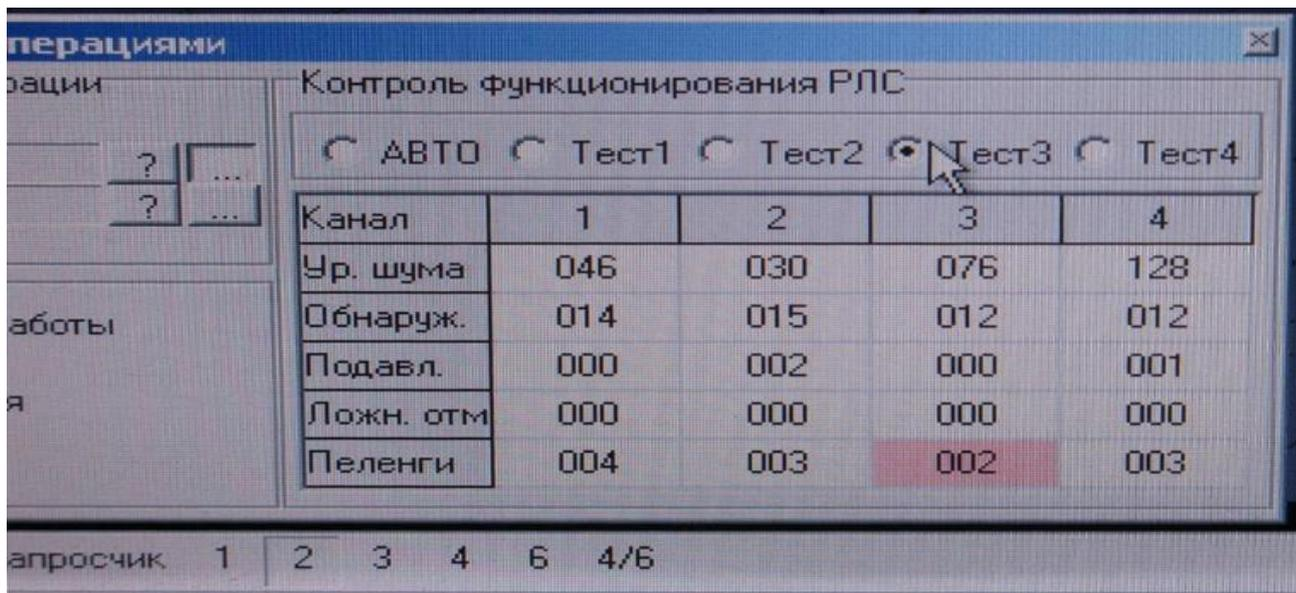
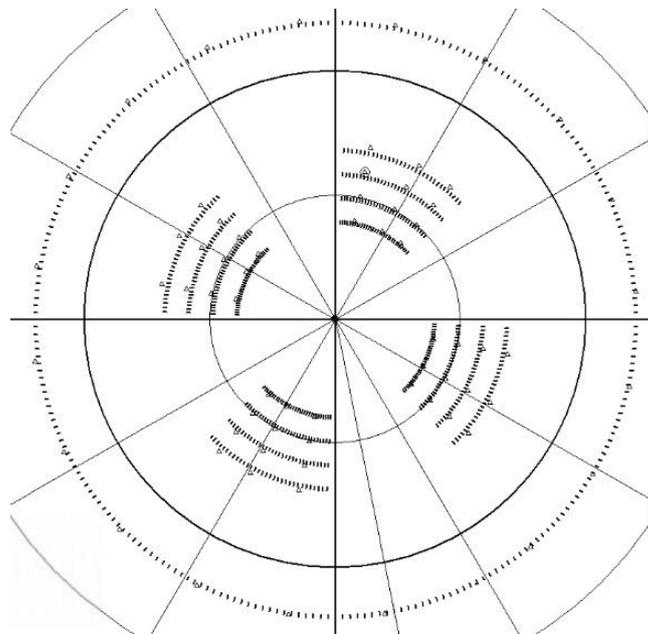

Рис. 6.26. Дополнительное окно управления диагностическими операциями. Тест 3
Рис. 6.27. Вид индикатора в режиме контроля функционирования (тест 3)
4. Выбрать «Тест3» в дополнительном окне управления диагностическими операциями (рис. 6.26) и убедиться в наличии на экране изображения (рис. 6.27). Здесь отображаются отметки, имитирующие эхо-сигнал на дальностях 20, 25, 30 и 35 км на азимутах от 0 до 45°, от 90 до 135°, от 180 до 225°, от 270 до 315° и формирующие в каждой дужке по три отметки от целей, а также на дальности 60 км в виде кольца.